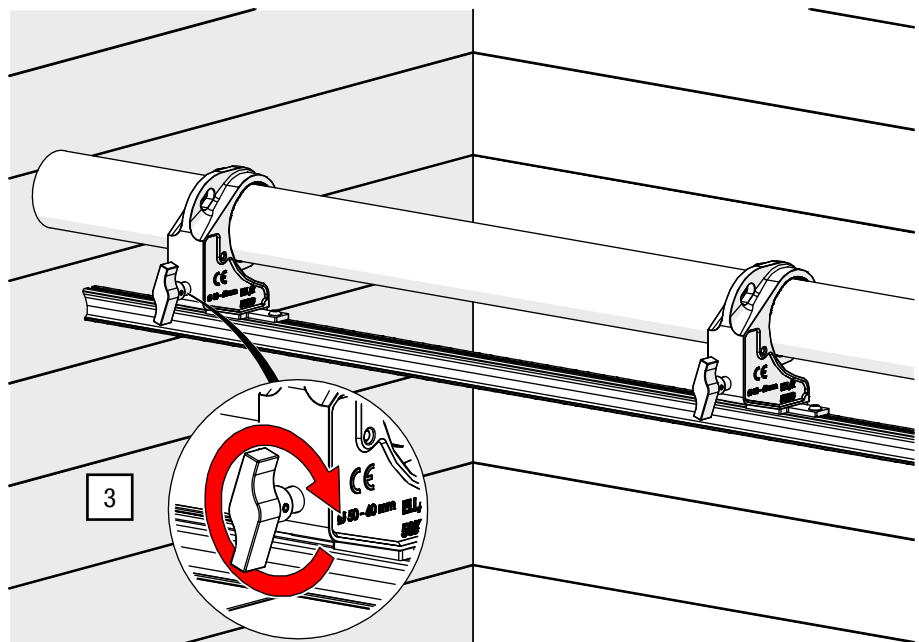

Abb. 34: G-CLAMP direkt – Auf Rohr befestigen
3. Befestigen Sie die G-CLAMP handfest am Rohr (siehe Abb. 34).